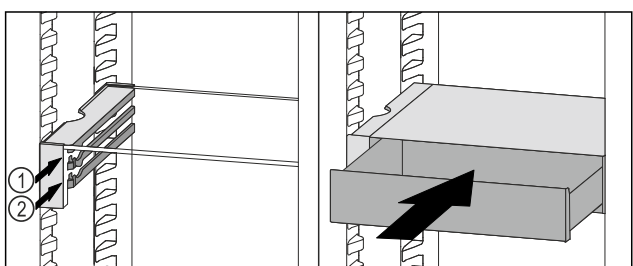

Fig. 63
- ▶ Поставете чекмеджето на VarioSafe зад ограничителите върху желаното ребро Fig. 63 (1) или Fig. 63 (2).